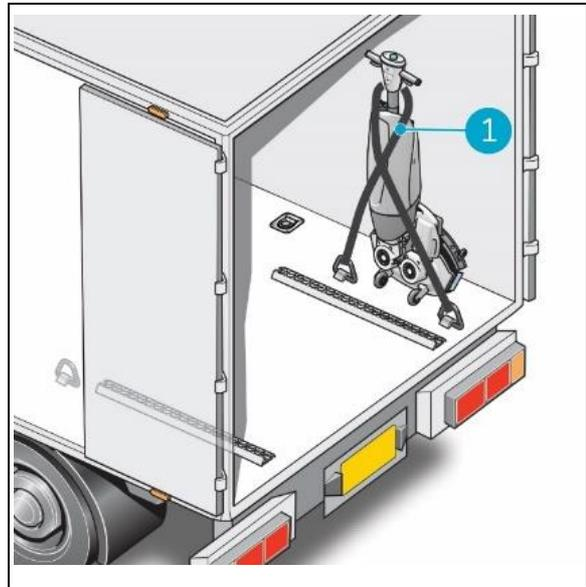

Figure 6
5. Fixez l'i-mop à l'aide d'une ceinture de tension ou d'un autre dispositif de retenue approprié (Figure 6, pos 1).